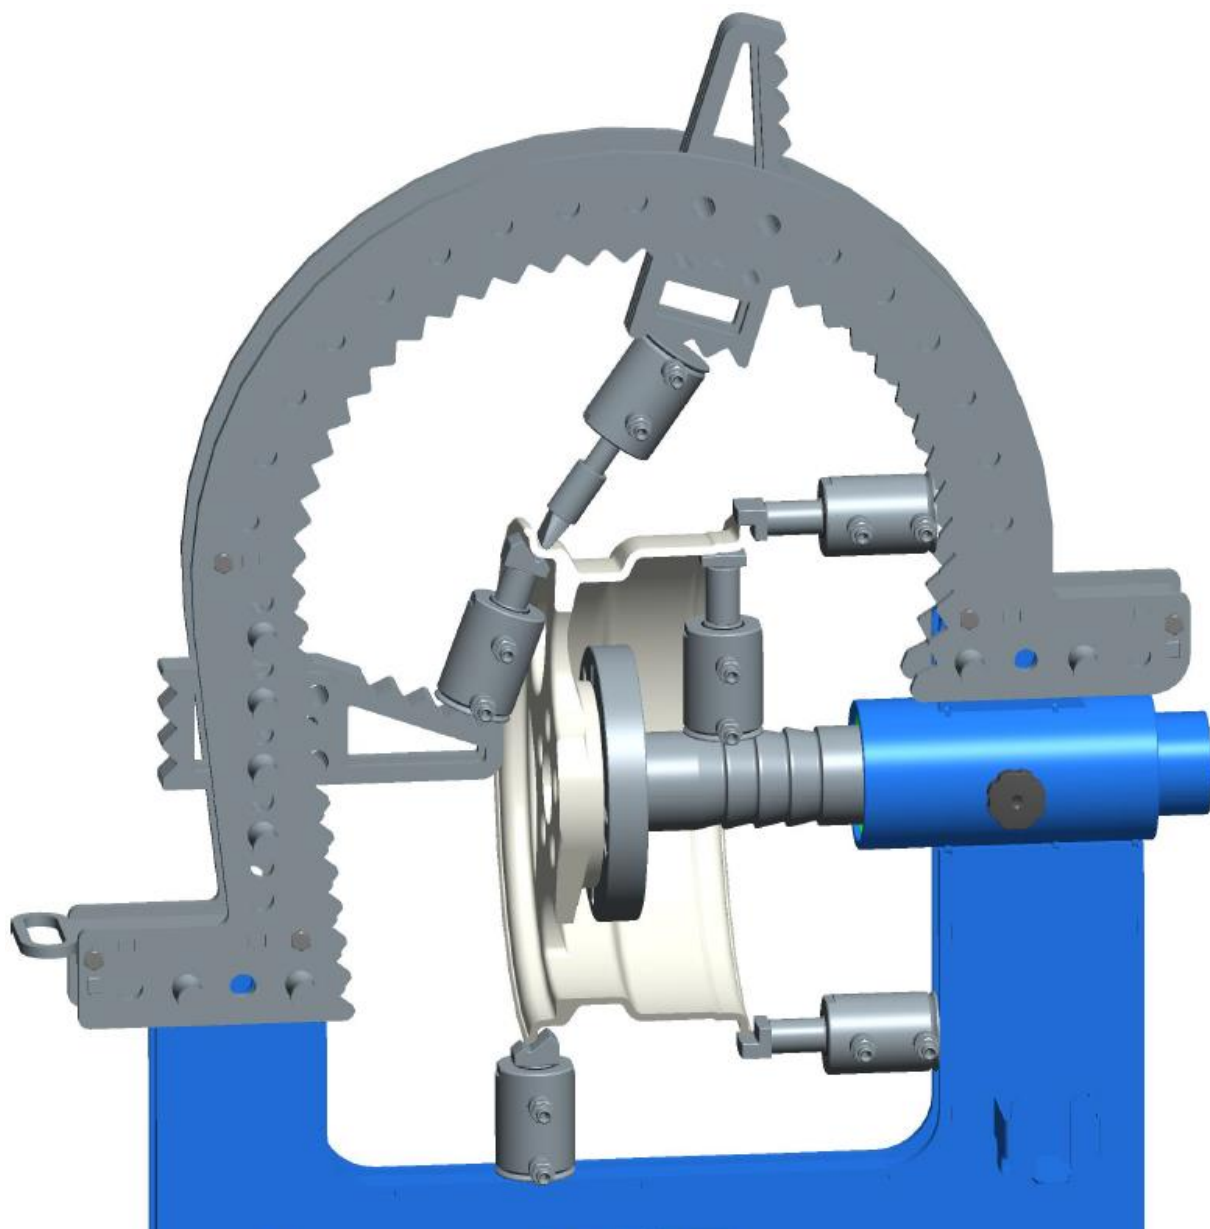

Рисунок 7.4 - Примеры расположения гидроцилиндра с различными типами насадок при правке диска
7.4 Подберите рихтовую насадку соответствующего профиля и вставьте её в шток гидроцилиндра D60. В зависимости от расстояния от упора гидроцилиндра до места правки можно воспользоваться удлинителями и переходниками из комплекта принадлежностей. При необходимости прогрейте диск, предназначенный для правки, с помощью промышленного фена или другого источника тепла до температуры 150...250 °С. Температура прогрева зависит от типа сплава, из которого изготовлен диск. Включите электродвигатель гидравлического насоса. Вращая колесо, произведите рихтовку дефектного участка, продвигаясь от краёв исправляемой зоны к её центру (рисунок 7.4).